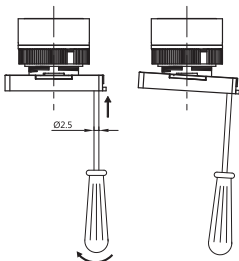

图6：塑料头式底座拆卸图
2) 塑料头式按钮在安装前，注意应先拆下基座（用小螺丝刀插入基座孔中轻撬即可，如图6），安装时，螺母拧紧力矩在 $1.2\text{N}\cdot\text{m} \sim 1.8\text{N}\cdot\text{m}$ 。